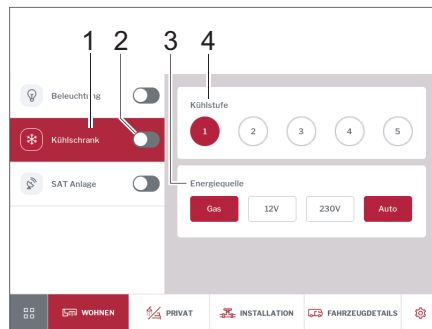

Bild 261 Kylskåp
- Med skjutreglaget (Bild 261,2) sätter du på och stänger av kylskåpet.
- Klicka på knappen *Kylskåp* (Bild 261,1).
På kontrollpanelen kan du ställa in kylnivå (Bild 261,4) och energikälla (Bild 261,3).